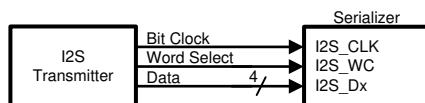
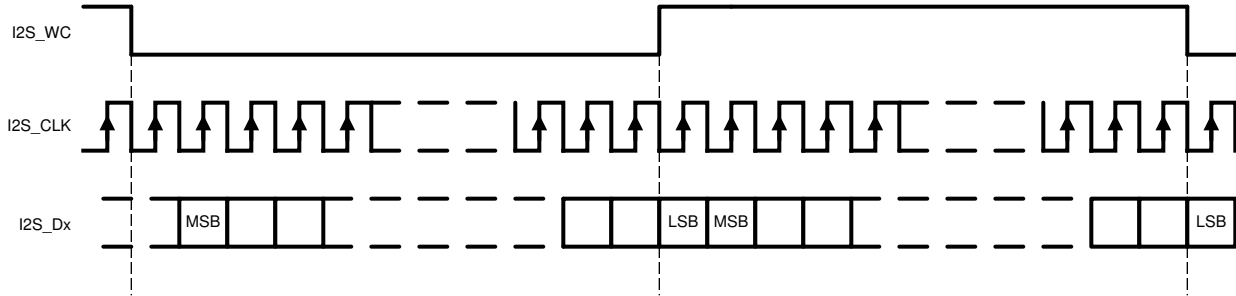

图 8-7. I2S 连接图
图 8-8. I2S 帧时序图
DS90UB941AS-Q1 串行器具有六个 I2S 输入引脚，与兼容的解串器配对时，可支持 7.1 高清 (HD) 环绕声音频应用。位时钟 (I2S\_CLK) 支持 1MHz 和 CLK/2 或 13MHz 中较低的频率。四个 I2S 数据输入分别传输两个 I2S 格式的数字音频通道，每个通道由字选择 (I2S\_WC) 输入描绘。有关 I2S 连接图和时序信息，请参阅图 8-7 和图 8-8。